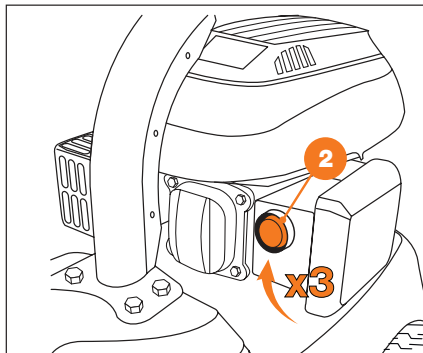

Рис. 17
- Нажмите насос подкачки топлива **2** (Рис. 17) 3-5 раз.